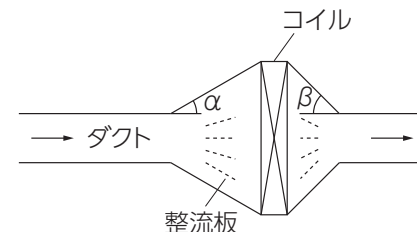

図2
- (5) ○ ダクトの急な拡大や縮小は、円滑な空気流が阻害され、圧力損失や騒音が発生するので避けるべきである。図2のようにダクトの途中にコイルを設ける場合は、コイルのサイズとダクトサイズに違いが出るため、ダクト同士の拡大(15度以下)・縮小(30度以下)より緩和されている。拡大(角度 α)は30度以下、縮小(角度 β)は45度以下であり、これを超える場合は整流板を設けて風量の分布を平均化する。